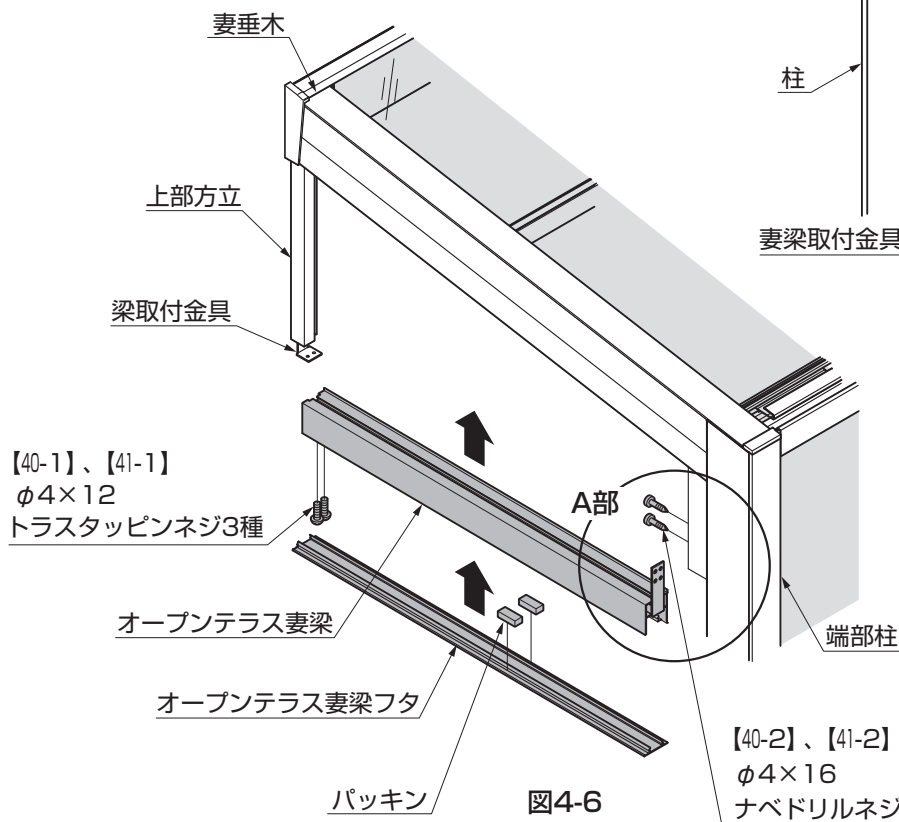
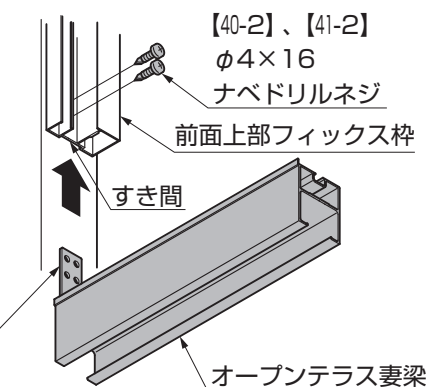

図4-6
図4-7 A部詳細図
- ① オープンテラス妻梁を端部柱と前面上部フィックス枠のすき間にスライドしながら、はめ込み【40-2】、【41-2】で取付けてください。(図4-6、図4-7参照)
- ② オープンテラス妻梁を上部方立に取付いている梁取付金具に、【40-1】、【41-1】で取付けてください。(図4-6参照)
- 妻梁取付金具を柱に取付ける場合は、【40-2】、【41-2】を内側の2箇所に取り付けてください。(図4-7参照)